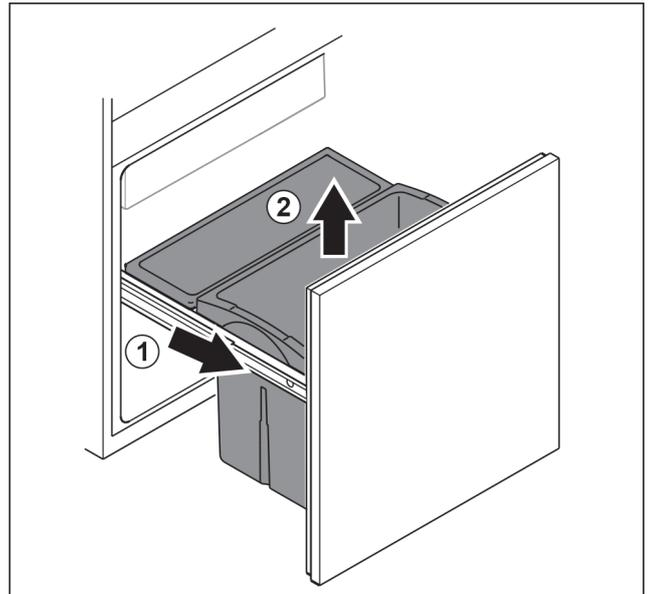

Fig. 89
- ▶ Auszugswagen bis zum Anschlag herausziehen. Fig. 89 (1)
- ▶ Schubfach nach oben entnehmen. Fig. 89 (2)